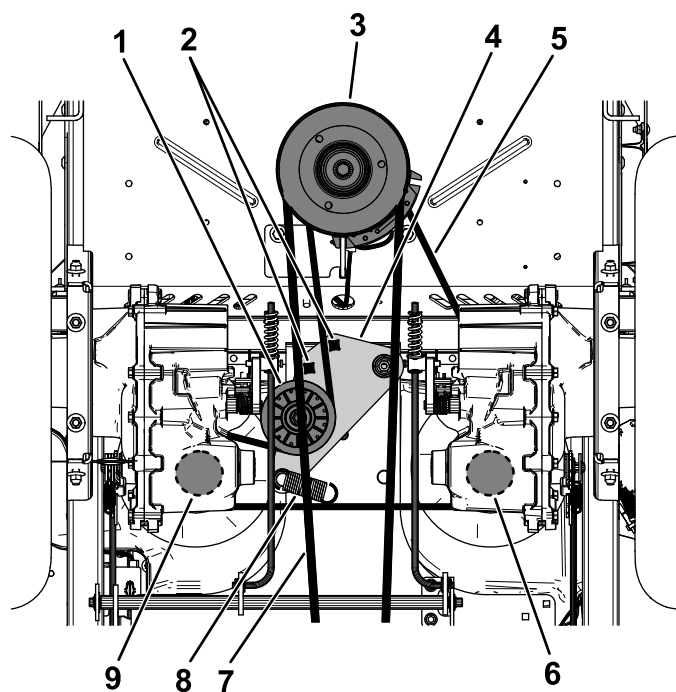

Figura 60
5. Folosii o cheie cu clichet de 1/2" sau o bară de forță în unul din orificiile pătrate ale braului rolei de ghidare pentru a elimina tensiunea arcului rolei de ghidare (Figura 60).
6. Îndepărtați cureaua existentă de pe fulia rolei de ghidare, de pe cele 2 fulii de acționare a pompei hidraulice și de la fulia motorului (Figura 60).
7. Montați cureaua nouă în jurul fuliei rolei de ghidare, fuliei motorului și în jurul celor 2 fulii ale pompei hidraulice (Figura 60).